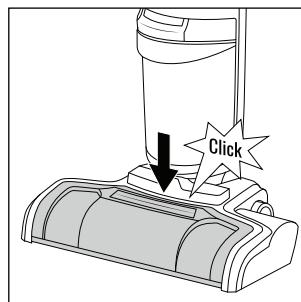

Fig. 42
- ◆ Poussez ensuite sur la protection antiprojections **7** pour qu'elle reprenne sa position, jusqu'à ce qu'elle s'enclenche audiblement sur la tête de nettoyage **3** (voir fig. 42).